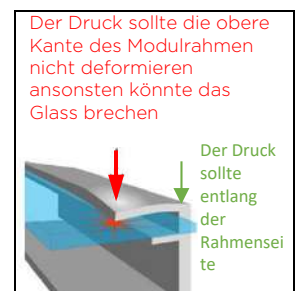

Abbildung 1a: Druck auf die Klemmenstellen
- 2) **Klemmen oder Clips:** Befestigen Sie das Modul mit den gegenüberliegenden Clips an der längeren und/oder kürzeren Seite des Modulrahmens. Die erlaubte Position der Klammern entnehmen Sie bitte aus der Anhang. Achten Sie darauf, dass die Clips oder Klemmen ausreichend belastbar sind, um die maximale Festigkeitsauslegung für das Modul zu erzielen. Clips und Klemmen werden nicht von TCL bereitgestellt. Die Klammern müssen die Kraft gleichmäßig und parallel mit der "Rückwand" des Modulrahmens und nicht nur auf den oberen Flansch ausüben. Sie dürfen keine übermäßige Kraft auf den Rahmen ausüben, den oberen Flansch verziehen oder das Glas berühren - diese Praktiken führen zum Erlöschen der Modulgarantie und können zum Rahmen- und Glasbruch führen. Die Abbildung 1a zeigt ins Detail ein mögliches Schadensbild auf. Vermeiden Sie in den ersten 50mm von der Modulecke zu klemmen, um die Risiken von Deformation und Glasbruch zu verhindern. Der Druck beim Klemmen sollte nicht über 15N.m sein, damit die Verformungen vermieden werden. Es muss ein kalibrierter Drehmomentschlüssel verwendet werden. Bitte überprüfen Sie die Klemmanleitung. Bitte wenden Sie sich an TCL, um die Genehmigung von nicht standard Klemmdruck oder von höheren Drehmomentwerte zu verwenden.